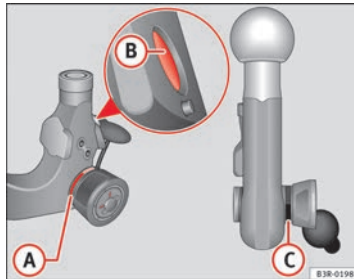

Abb. 157 Abnehmbare Anhängervorrichtung: Kugelstange
- Überprüfen Sie, ob sich die rote Markierung (A) ⇒ Abb. 157 am Handrad im Bereich der schwarzen Kennzeichnung an der Kugelstange befindet.
- Überprüfen Sie, ob der Verriegelungsbolzen (B) in den Bohrungen des Einsteckschaftes versenkt ist.
- Überprüfen Sie, ob das Handrad deutlich sichtbar von der Kugelstange absteht, so dass ein Spalt (C) zwischen Handrad und Kugelstange vorhanden ist.